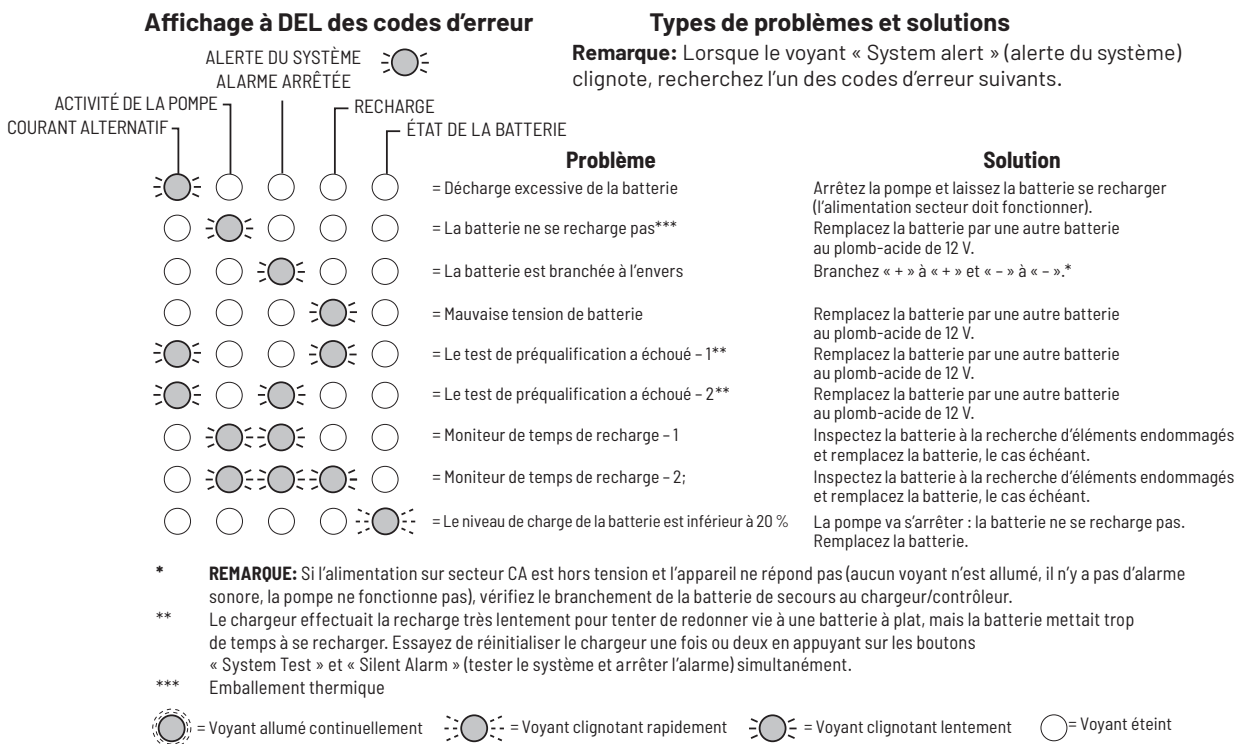

FIGURE 7 : AFFICHAGE DE CODES D'ERREUR (VOYANTS CLIGNOTANTS)
- ◆ Lorsque le témoin lumineux « System Alert » (alerte du système) CLIGNOTE, reportez-vous à la figure 7.